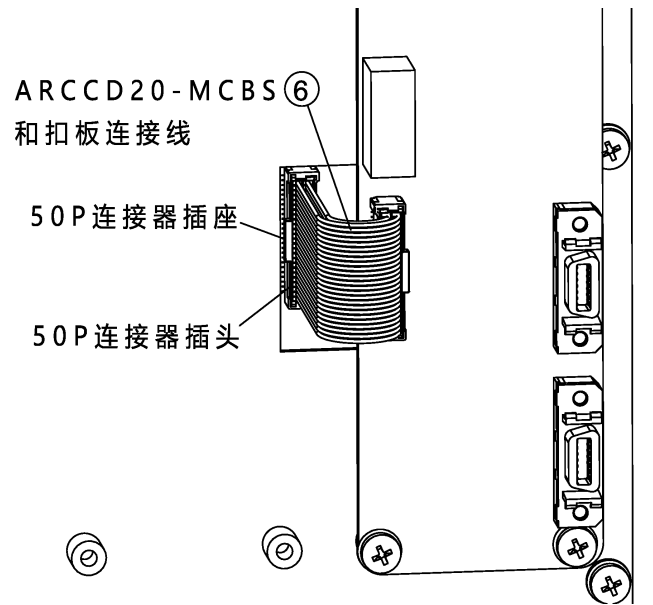

图 21-41 MCB 和 MCB-IEB 连接
步骤4. 将⑥ ARCCD20-MCBS 和扣板连接线两端的 50P 连接器插头分别接在 MCB 和③ MCB-IEB 上的 50P 连接器插座上, 参考图 21-41。